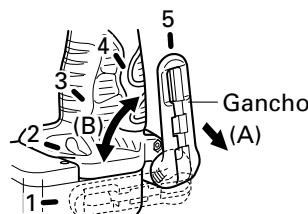

Fig. 5
(1) Operación del gancho
- (a) Extraiga el gancho hacia sí en la dirección de la flecha (A) y gírelo en la dirección de la flecha (B) (Fig. 5).